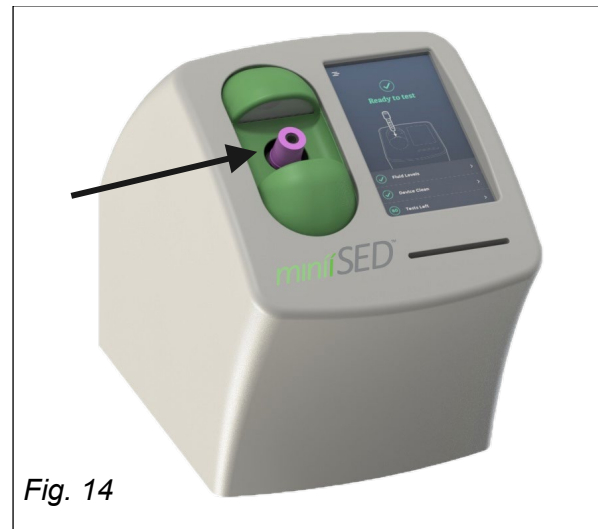

Fig. 14
4.2.1. Inserire il tubo primario chiuso, con il codice a barre rivolto verso il basso, nella porta di caricamento dell'analizzatore, come indicato (Fig. 14)